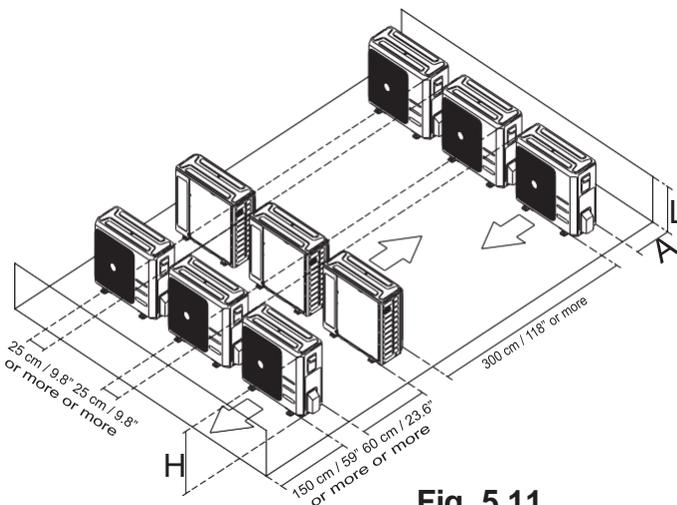

**Fig. 5.10**
**NOTE :** La distance minimale entre l'unité extérieure et les murs indiquée dans le guide d'installation ne s'applique pas aux pièces hermétiques. Veillez à laisser l'unité dégagée dans au moins deux des trois directions (M, N, P) (voir Fig.5.10)